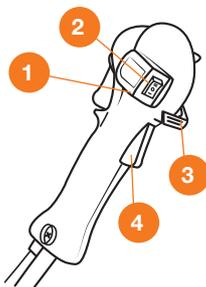

Рис. 12
- В процессе работы используйте запуск двигателя электростартером не снимая косу с ранцевого ремня, для этого используйте клавишу **2** (Рис. 12), переведите клавишу в положение (-) и удерживайте до запуска двигателя.
Модель **DABC 420E** оборудована блокиратором рычага дроссельной заслонки в нажатом положении, нажмите и удерживайте клавиши **1** и **4** (Рис. 12) и переводите блокиратор **3** вперед. Для регулировки оборотов перемещайте блокиратор вперед или назад. Используйте его при долгой работе только на полных оборотах двигателя.